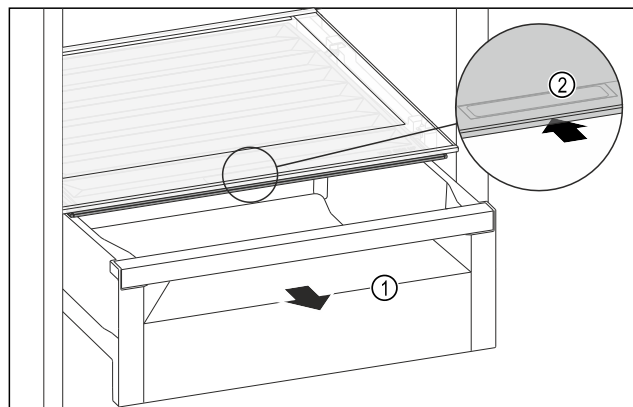

Fig. 160
- Estrarre il cassetto Fig. 160 (1).
- Afferrare la maniglia incassata Fig. 160 (2) sul coperchio dello scomparto e spingere allo stesso tempo all'indietro il coperchio dello scomparto.